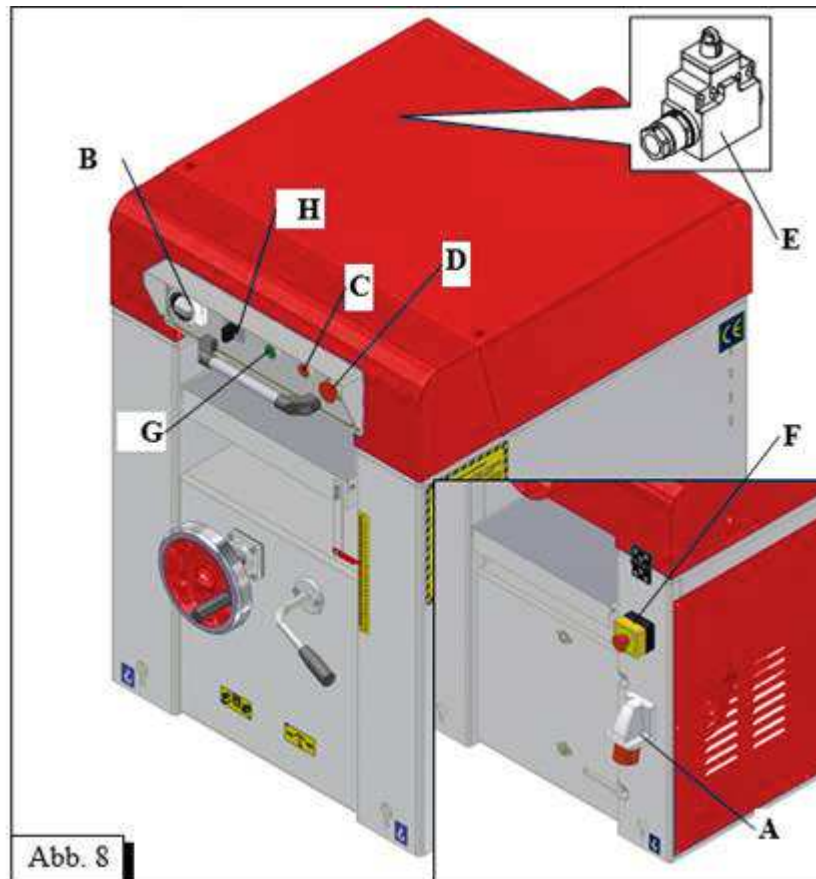

Abb. 8
Est possible de faire le réglage avec un calibre fait pour vous-même (fig. 8) ou par l'indicateur.
- ↓ Le calibre d'ajustement (Fig. 8), de bois dur, debout sur la table de sortie **C** (fig. 9) sur la vis.
- ↓ Faites correspondre l'indicateur **A** au bord de la table (fig. 8).